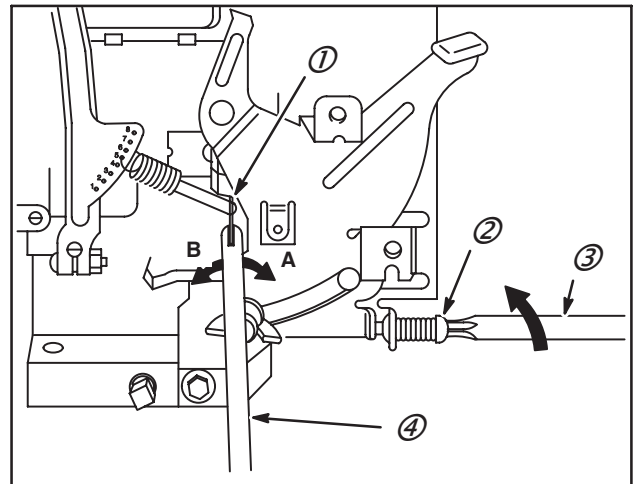

Fig. 23
4. Premier réglage : Plier l'accrochage du ressort (1), Fig. 23, à l'aide de l'outil Réf. : 19229 (4), jusqu'à 100 à 200 Tr / mn au-dessus du régime spécifié, voir Tableau N°. 4, page 28, Tableau N°. 5, page 28 et Tableau N°. 6, page 28, Spécifications.
5. Deuxième réglage : A l'aide du tournevis Torx® (3), tourner la vis de réglage RÉGIME MAXIMUM À VIDE (2) en sens horaire jusqu'à obtenir le régime souhaité, Fig. 23.
3. Si la languette du levier touche la tête de la vis de réglage RÉGIME MAXIMUM À VIDE (2), desserrer la vis jusqu'à ce qu'elle ne soit plus en contact, le levier en position maximum, Fig. 23.
4. Plier l'accrochage du ressort (1) avec l'outil Réf. : 19229 (4) pour obtenir 3300 Tr / mn pour 50 Hz ou 3800 Tr / mn pour 60 Hz.